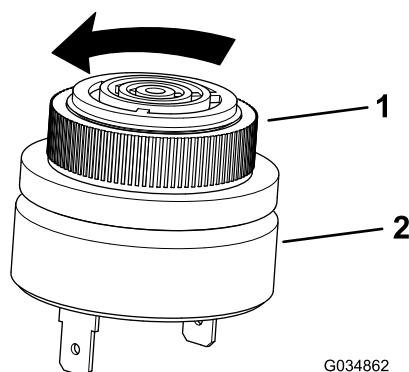

Figure 8
4. Dévissez le capot de l'alarme (Figure 8).